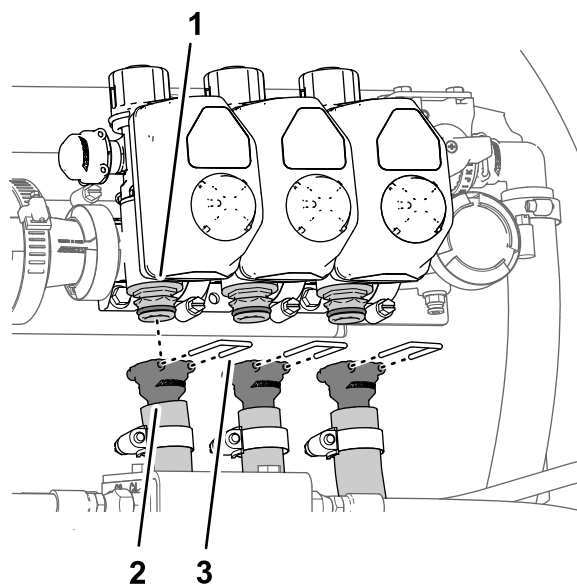

図 39
ングをクイックディスコネクトフィッティングに固定しているリテーナを外す 図 39。
7. 左ブームバルブ、中央ブームバルブ、右ブームバルブ用のホースを機体から外す 図 39。